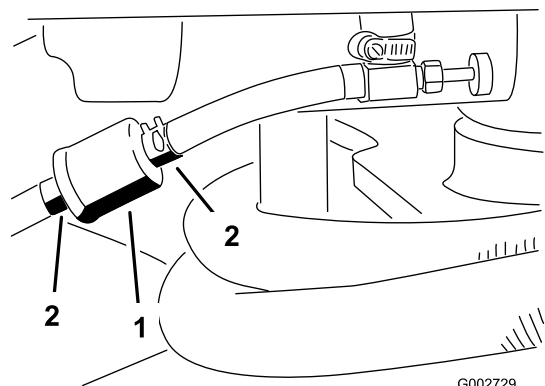

図 29
1. 燃料バルブを閉じ、フィルタのキャブレター側についているホースクランプをゆるめ、燃料ラインからフィルタを外す 図 29。